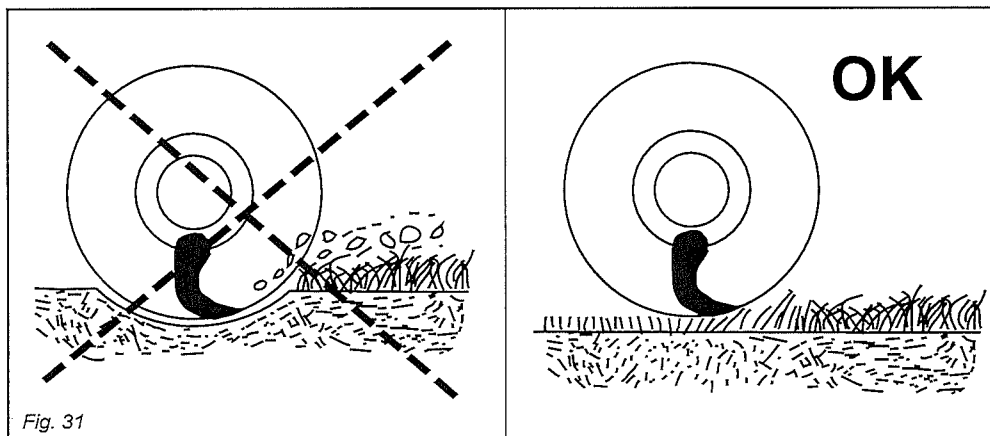

Fig. 31
- Vid behov justeras arbetshöjden med hjälp av trepunktslyftet, men undvik alltid att skärverktyget (kniv eller hammare) kommer i kontakt med marken (fig. 31).
- Hvis det er nńdvendigt justeres arbejdshńjden med liften. Undgå at skąreredskaberne (skąreblade eller hammeren) kommer i kontakt med jorden (Fig. 31).